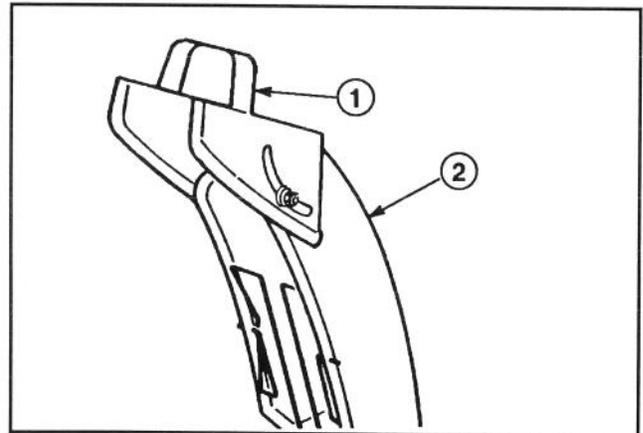

Abbildung 15
**Griff am Ablenkblech** (Abb. 15) – Der Ablenkblech-Griff sitzt oben am Auswurf und bestimmt die Schneeauswurfhöhe.